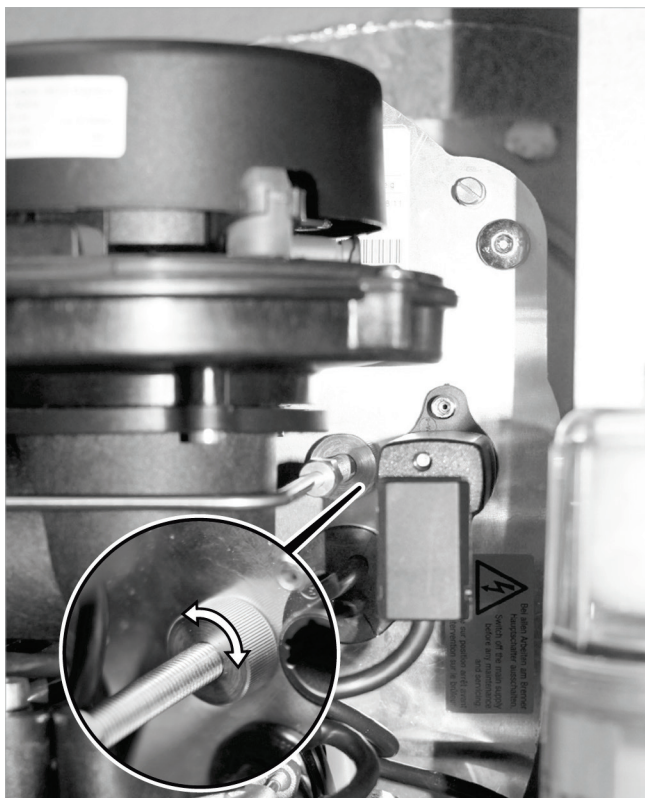

Fig. 151: Dado zigrinato (collegamento tubazione gasolio / supporto ugello)
- Girare il dado zigrinato della porta ugello (vedere → Fig. 151, pag. 63) ca. 2 giri in senso antiorario (la porta ugello viene estratta "all'indietro").
1. Nel collegamento della tubazione del gasolio per la porta ugello c'è, prima della piastra base del bruciatore, un dado zigrinato (→ Fig. 151). In questo modo tutto il dispositivo di miscelazione completo può essere spostato in avanti o verso dietro. Il dado zigrinato può essere regolato fino ad un certo punto (battuta del dispositivo di miscelazione nel tubo focolare). Regolare il dado zigrinato in maniera tale che il dispositivo di miscelazione si trovi nella battuta.